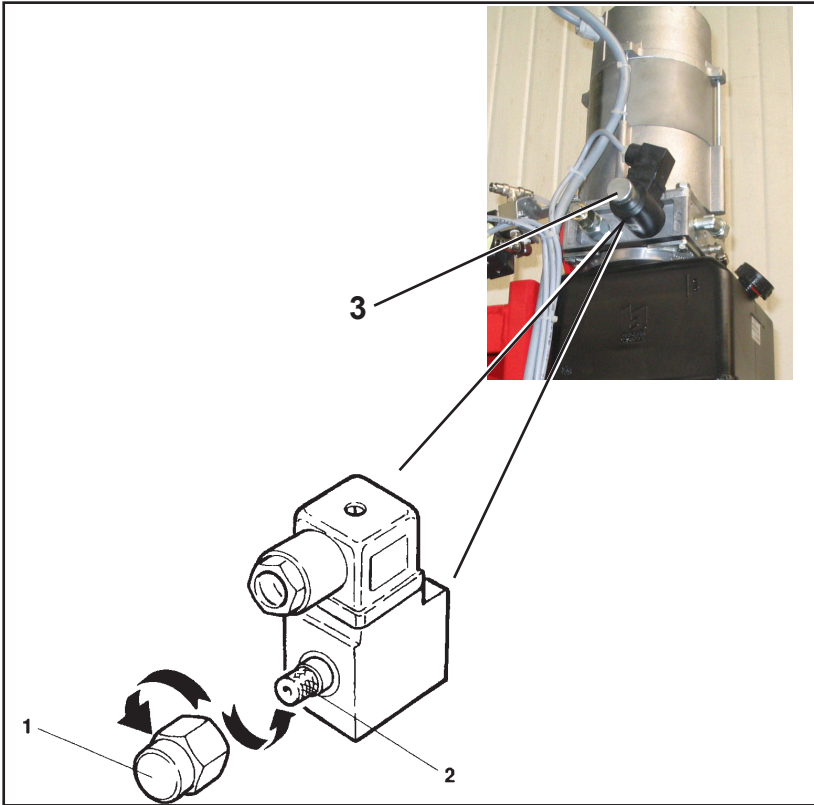

Fig. 26
- aprire la valvola di discesa manuale (3 Fig.26) svitando prima il tappo di protezione (1) poi ruotare il dispositivo (2).
- remove the protection cap (1), turn the device (2) and open the valve (3 Fig.26) for lift manual lowering.
- Das Ventil für den manuell gesteuerten Senkvorgang (3 Abb.26) öffnen, indem zuerst der Schutzverschluss (1) abgeschraubt wird und dann die Vorrichtung (2) drehen.
- ouvrir la soupape de descente manuelle (3 Fig. 26) en dévissant tout d'abord le bouchon de protection (1) puis tourner le dispositif (2).
- abrir la válvula de descenso manual (3 Fig.26) destornillando antes el tapón de seguridad (1) y luego girar el dispositivo (2).